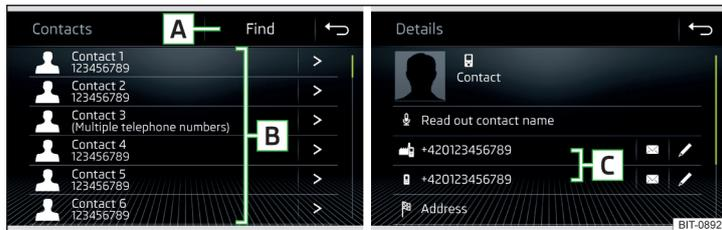

Fig. 142 Lista de los contactos de teléfono / Detalle del contacto
- En el menú principal *Teléfono* pulse la superficie funcional ☎, se visualizará una lista de los contactos de teléfono » fig. 142.